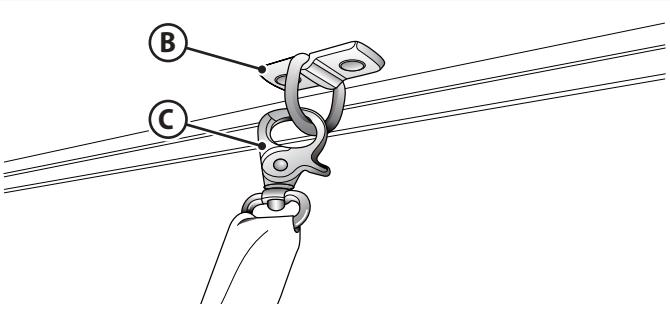
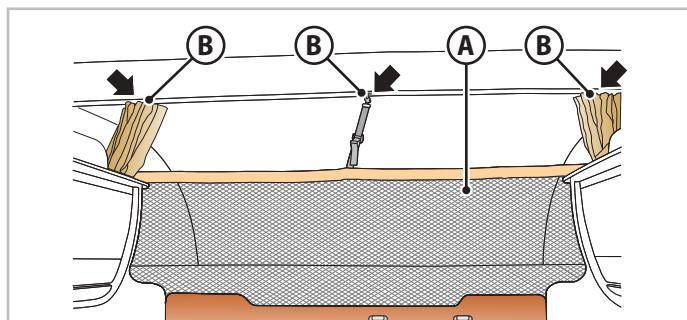

Fig.6.19 - Crochet pour filet de sécurité
Fig.6.18 - Filet de sécurité du lit pavillon
- Fixer le filet de sécurité (**A** - Fig.6.18) à l'aide des crochets (**B** - Fig.6.18 et Fig.6.19) dans les anneaux appropriés (**C** - Fig.6.19).